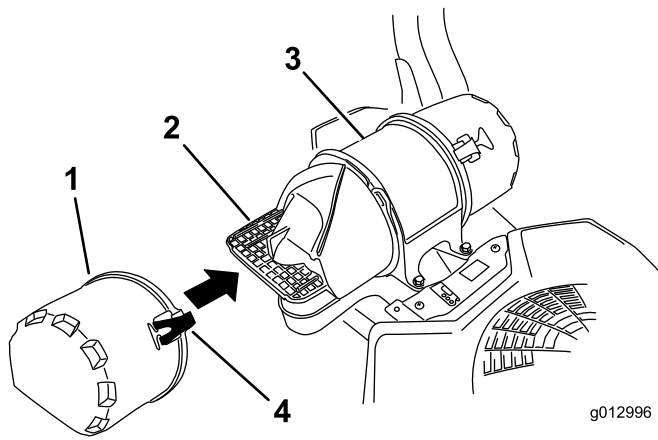

Figura 44
3. Abra los cierres del limpiador de aire y tire de la tapa de la entrada de aire para separarla del cuerpo del limpiador de aire (Figura 44).
5. Instale la tapa del limpiador de aire y sujétela con los enganches (Figura 44).